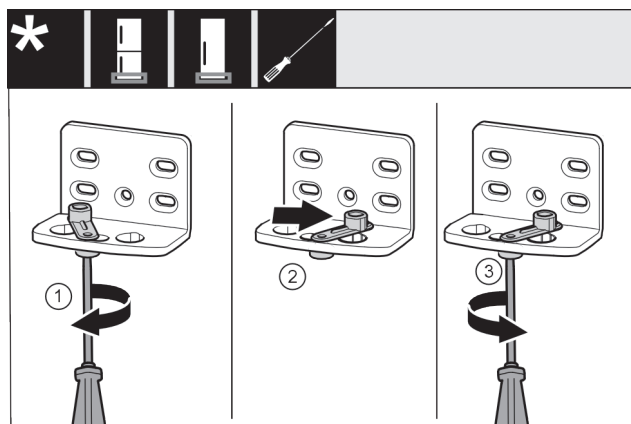

Fig. 46 *
- ▶ 将螺钉 Fig. 46 (1) 用螺丝刀拧松。*
- ▶ 将关门辅助装置 Fig. 46 (2) 提起并向右 90° 转入钻孔。*
- ▶ 将螺钉 Fig. 46 (3) 用螺丝刀拧紧。*